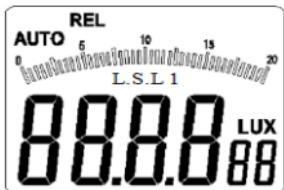

图 3-1-2A
1. 短按 REL/PEAK 键 (相对值测量、峰值测量组合键), LCD 接口左上方显示“REL”字样 (如下图 3-1-2A 所示), 进入相对值测量模式;